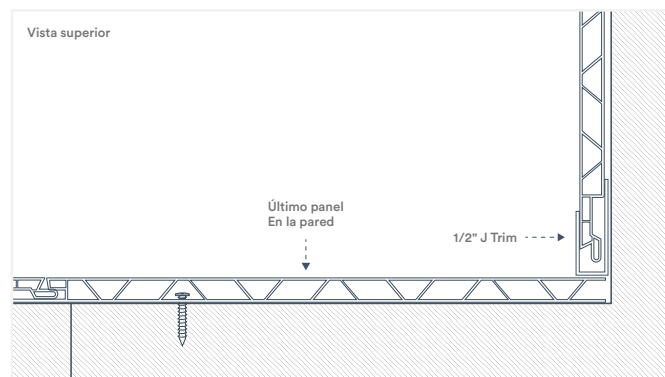

Fig. 16
11. Cuando llegues a la esquina con la que comenzaste, inserta el panel detrás de la pieza de moldura donde dejaste el 1/2" espacio libre. Asegúrese de gire el panel para dejar suficiente espacio detrás insertarlo completamente. De la moldura y luego deslícelo hacia atrás. Hacia la ranura del panel previamente instalado presionando firmemente para lograr una conexión adecuada (Fig. 16).